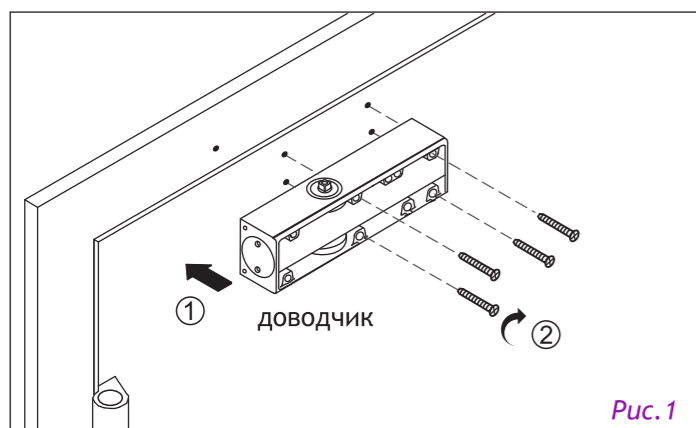

Рис.1
2. Наметьте и просверлите крепежные отверстия для доводчика и скользящей направляющей. Закрепите доводчик (рис.1);